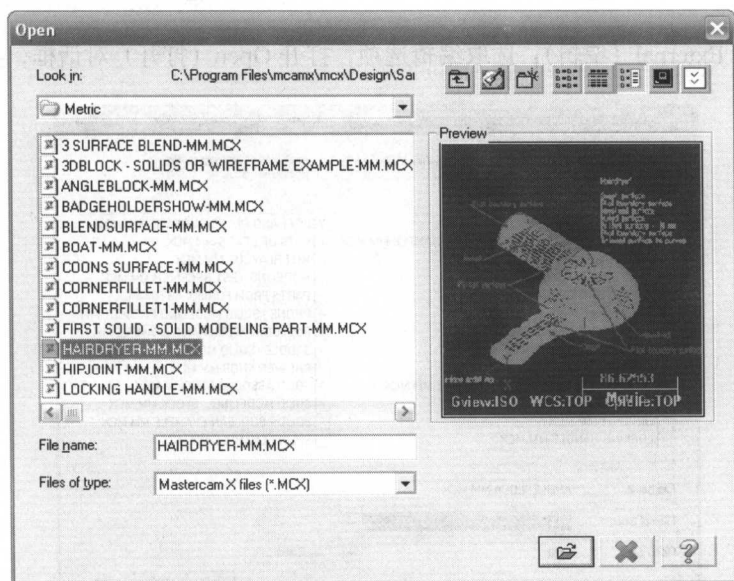

图 1-2-6
3. （打开）：或者选取“File（文件）”→“Open（打开）”命令，打开旧图形文件，弹出“Open（打开）”对话框，见图 1-2-6 所示，称为 Mastercam 选取文件窗口。